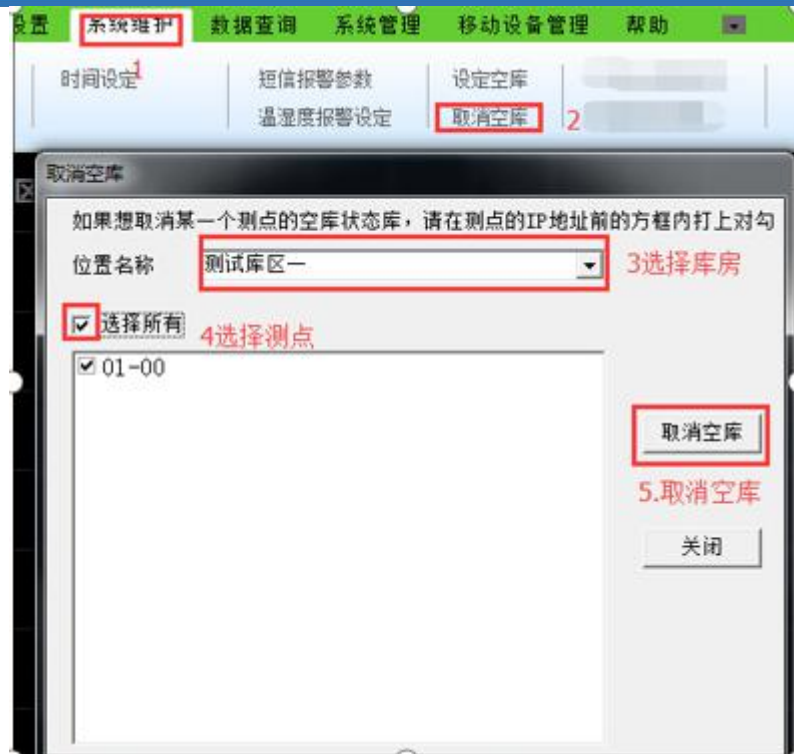

图3.12
③检查软件上是否将库房属性设置为空库，如果设置空库了取消空库即可。如图3.12